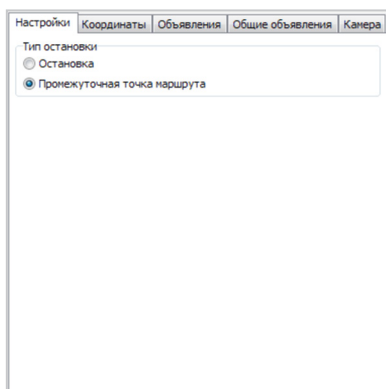

Рис.88. Вкладка «Настройки».
**Тип остановки (вкладка «Настройки»):** остановка или промежуточная точка. При входе в промежуточную точку на экране устройства не отображается информация о предыдущих и следующих остановках. Промежуточные точки могут использоваться для воспроизведения рекламных или других объявлений между остановками (**Рис.88**).